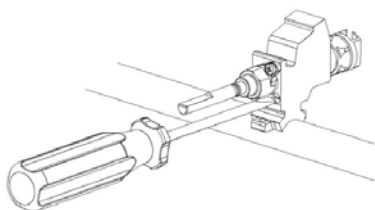

Fig 10a
- Efter att ha avlägsnat ventilknappen, använd en liten spårskruvmejsel för att komma åt strypventilen (Fig.10a), och vrid den antingen till höger eller vänster till dess att brännarlågan justerats till minimum.